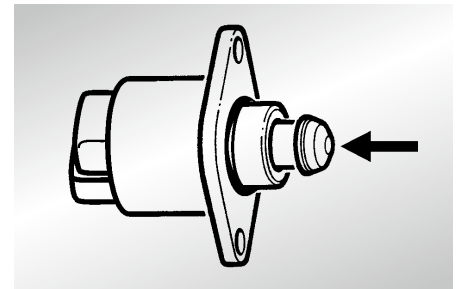

Abb. 3: Schrittmotor
Der Stellkegel (Pfeil), Abb. 3 des Schrittmotors darf nicht aus dem Gehäuse herausgezogen bzw. nicht von der Gewindestange abgezogen werden, Zerstörungsgefahr.
- Auf das Ende des Stellkegels (Pfeil), Abb. 3 mit Daumen leichten axialen Druck ausüben und dann Zündung ausschalten.